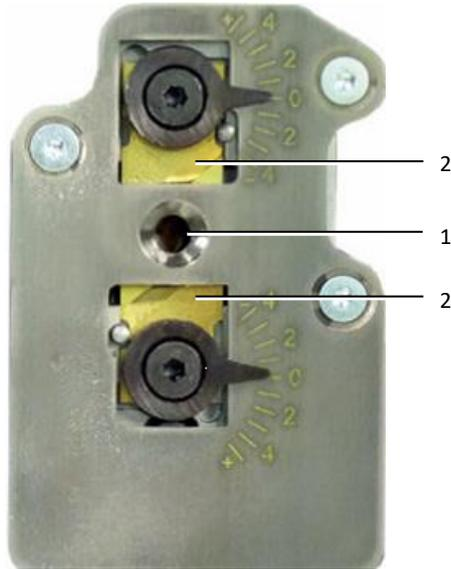

Imagen 24: Unidad pelacables
- Limpie la zona alrededor del taladro (imagen 24, pos. 1) con un pincel.
- Compruebe las cuchillas (imagen 24, pos. 2). En caso necesario sustituya las hojas (cf. sección 8.3 «Sustitución de la cuchilla pelacables»).